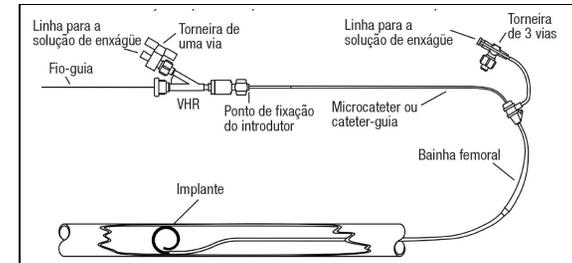

Figura 1 - Diagrama de montagem do Sistema Endovascular Periférico de Espiral Impulsionável para Embolização Azur™ HydroCoil
1. Consulte o diagrama de montagem (figura 1).